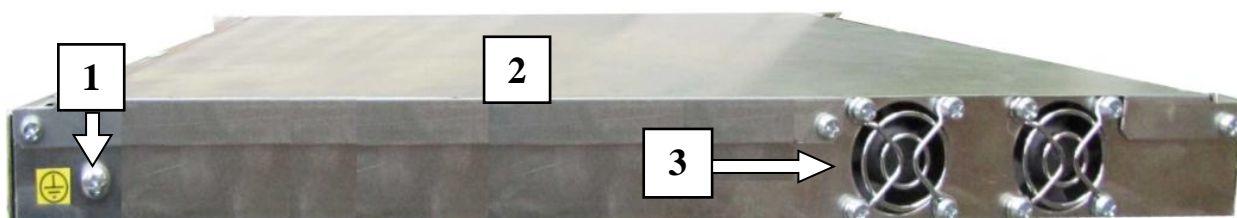

Рисунок 1.2 – Инвертор ШТИЛЬ серии (STS).
1.3.1 Описание конструктивных элементов тыльной части изделия (см. рисунок 1.2):